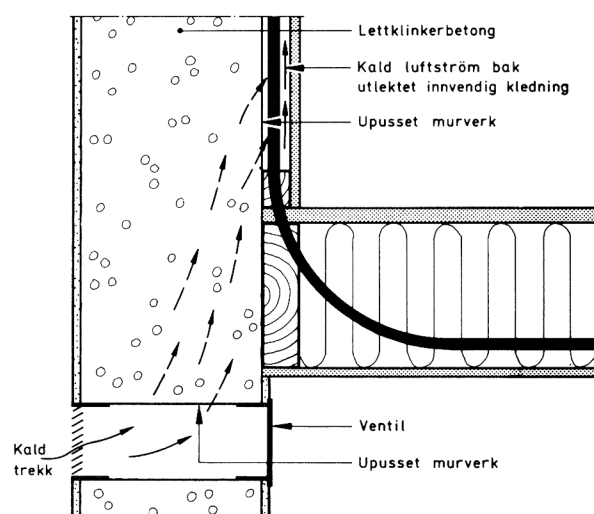

Fig. 113
- 113 Utette materialer, f.eks. lettklinkerbetong, kan forårsake kald trekk gjennom materialet, se fig. 113.